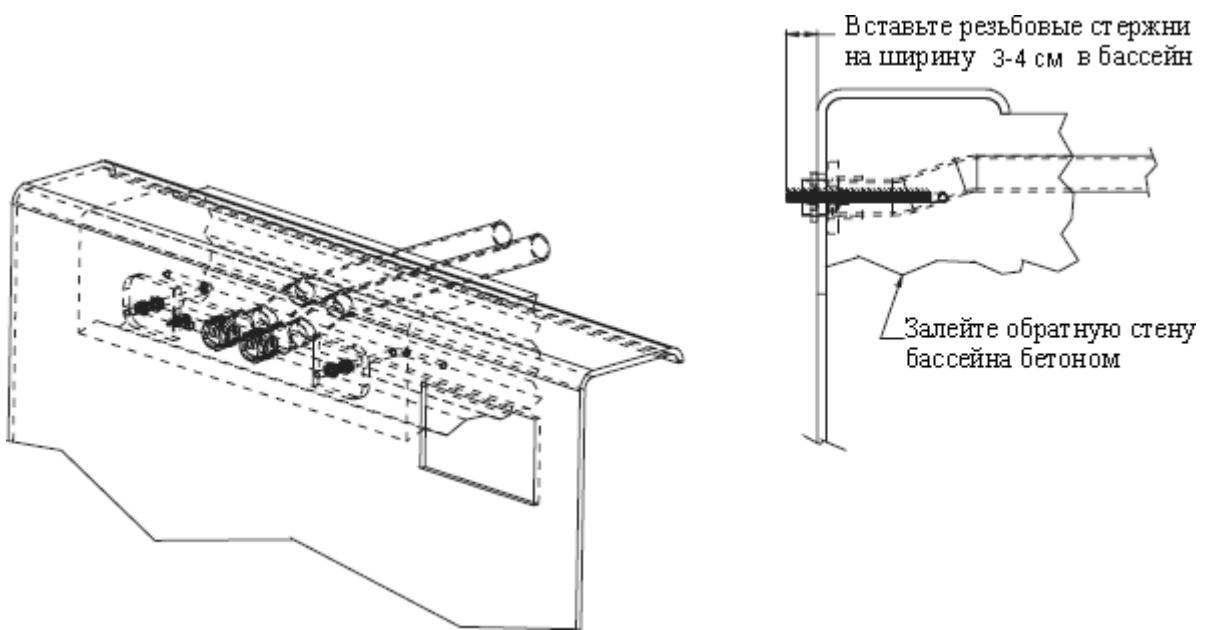

Рис. 4.10
- Вставьте резьбовой стержень в отверстие кронштейна. 4 см резьбового стержня должно выступать за поверхность стены бассейна. См. рис. 4.10
Залейте бетоном верхний фланец бассейна, аккуратно обходя комплект резьбовых стержней и трубопроводные адаптеры. Даже если связующая балка не была залита для бассейна, для Fastlane важно, чтобы эта сборка была надежно закреплена в бетоне. См. рис. 4.10. Когда бетон высохнет, можно открутить шайбы и контргайки и устанавливать Fastlane. Примечание: Не выбрасывайте эти шайбы и контргайки, т.к. они могут пригодятся для крепления Fastlane к стенке бассейна.